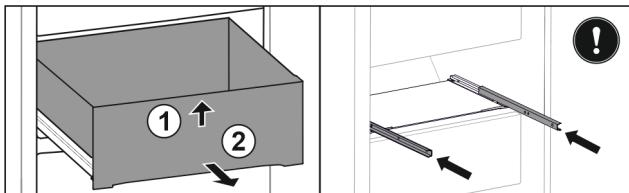

Fig. 113
- Повдигнете чекмеджето отпред. Fig. 113 (1)
- Извадете чекмеджето напред. Fig. 113 (2)